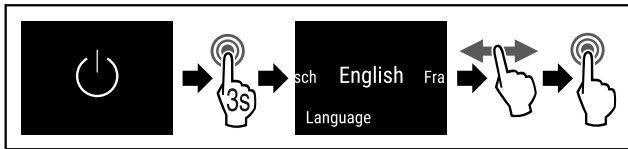

Fig. 49
- ▶ Handlungsschritte (siehe Fig. 49) durchführen.